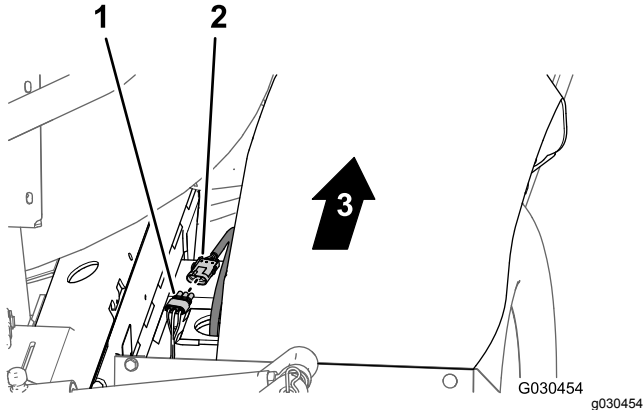

Figure 22
- À l'arrière de la machine (entre le tube de cadre droit et l'aile droite), débranchez le connecteur à 3 broches du faisceau du capteur de vitesse sur le moteur de traction hydraulique droit du connecteur à 3 douilles du faisceau principal arrière (Figure 22).